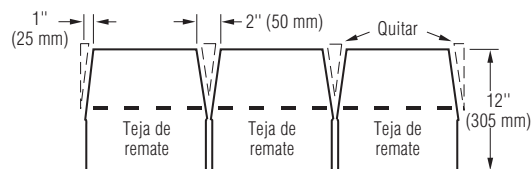

Figura 10-19: Corte las lengüetas y recórtelas para hacer tejas de remate (se muestran dimensiones inglesas).
2. Cree los remates cortando tejas enteras en los recortes de la lengüeta. Recorte el extremo posterior de los remates como lo indica la Figura 10-19.